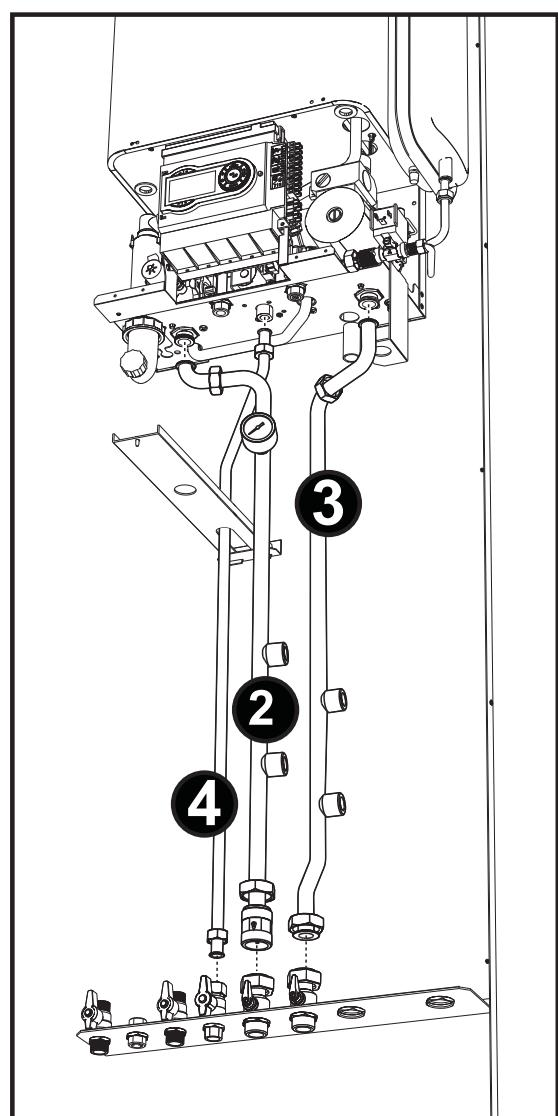

fig. 22
- Fissare il "Gruppo Mandata Impianto - 2" e la "Tubazione Ritorno Impianto - 3" indicati nella fig. 22.
- Fissare la "Tubazione Gas - 4" indicata nella fig. 22